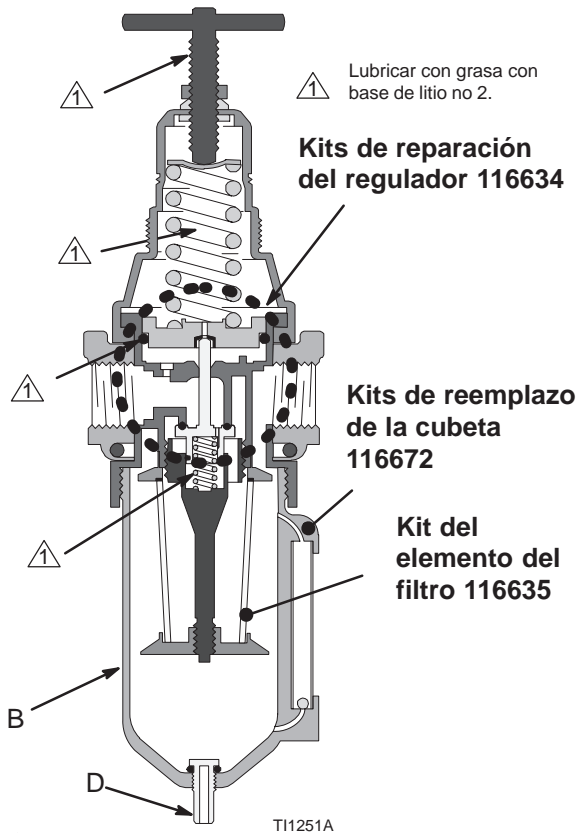

Fig. 3
Cada día, abra el drenaje (D), situado en la parte inferior de la cubeta (B) para vaciar el contenido de la cubeta antes de que alcance el nivel del deflector. Vea la Fig. 3.
Lubrique el área del cojinete, todas las juntas tóricas, las roscas de los tornillos de ajuste y los extremos de resorte con una grasa con base de litio no. 2. Vea la Fig. 3. Vuelva a montar el regulador.